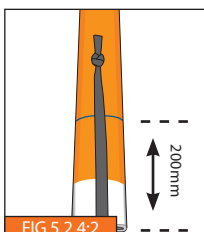

FIG 5.2.4:2
2. Vik kanterna som ett M med dragbandet i mitten. **FIG 5.2.4:3**